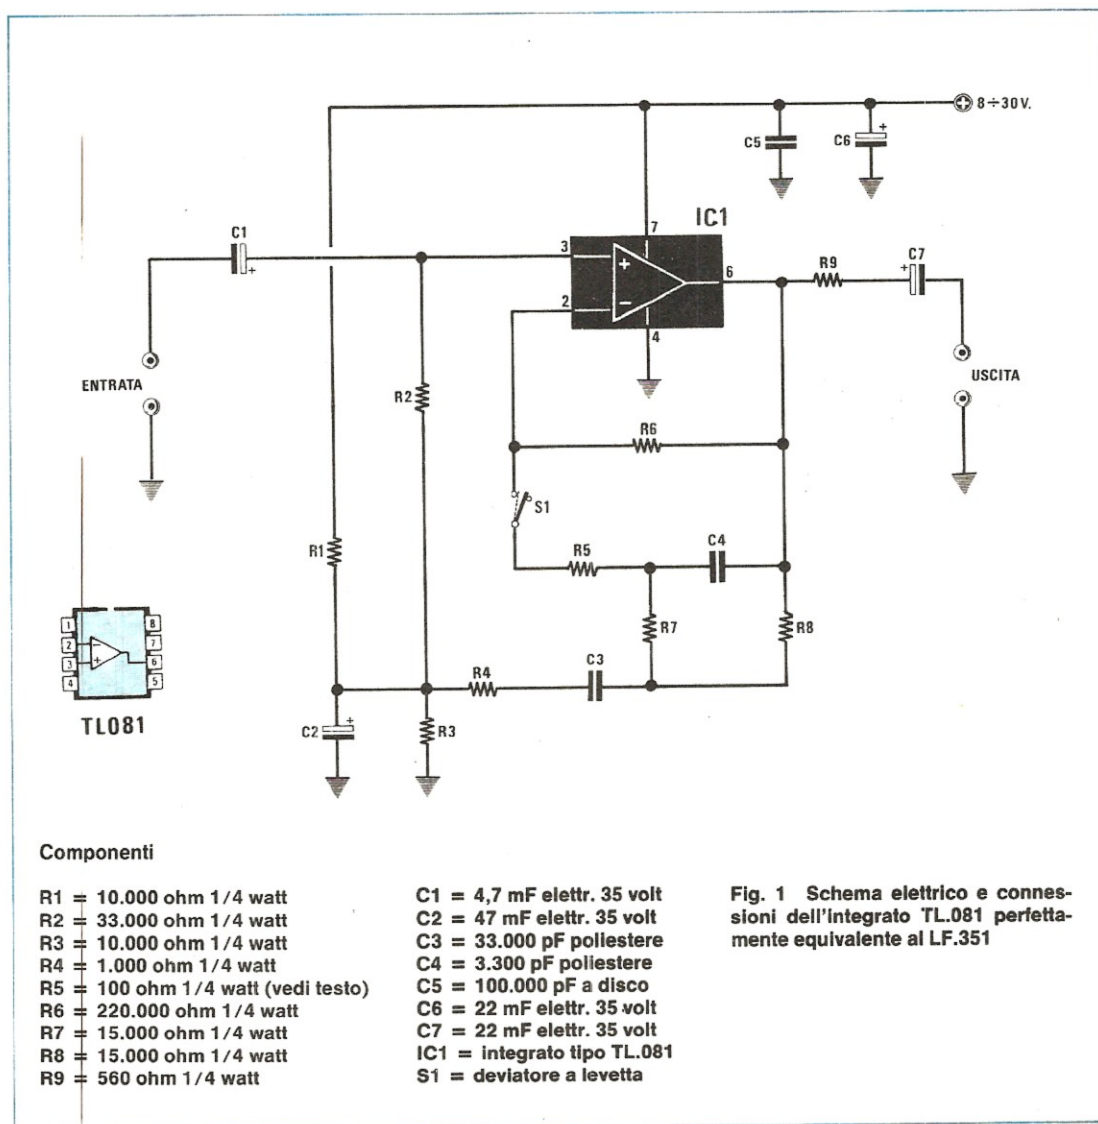

Fig. 1 Schema elettrico e connessioni dell'integrato TL.081 perfettamente equivalente al LF.351
Come vedesi in fig. 1, per la realizzazione di questo circuito si impiega un solo integrato e precisamente un amplificatore differenziale di tipo TL.081 il quale svolge la funzione di filtro passa-banda attivo in grado di esaltare tutte le frequenze comprese nella gamma da 300 Hz a 3.000 Hz all'incirca di 12 dB (cioè 4 volte in tensione) lasciando invece inalterate come ampiezza tutte le frequenze che si trovano al di fuori di questa gamma. Il massimo segnale applicabile in ingresso per non saturare l'integrato è strettamente legato al valore della tensione di alimentazione (che può risultare compresa, senza dover apportare alcuna modifica, fra un minimo di 8 volt ed un massimo di 30 volt) e lo stesso dicasi anche per la massima ampiezza del segnale in uscita, come è possibile rilevare dalla tabella n.1.
Come è possibile rilevare osservando lo schema di fig. 1, il segnale prelevato da un'antenna a stilo, oppure da un cavo coassiale da 75 ohm (per chi dispone di un'antenna dipolo), viene applicato tramite il condensatore C1, direttamente sull'ingresso (piedino 1) dell'integrato IC1, un amplificatore ibrido a larga banda di tipo SH120 in grado di fornire un guadagno di circa 18 dB con una cifra di rumore veramente modesta, sull'ordine dei 4 dB.
**Fig. 1** Schema elettrico del sintonizzatore FM descritto in questo articolo e del relativo alimentatore. La lista componenti è riportata nella pagina successiva. Chi volesse applicare la sintonia elettronica LX401 dovrà richiederci il trasformatore di alimentazione n. 76 che dispone di due secondari: uno da 15 volt per il sintonizzatore ed uno da 18 volt per la sintonia elettronica.